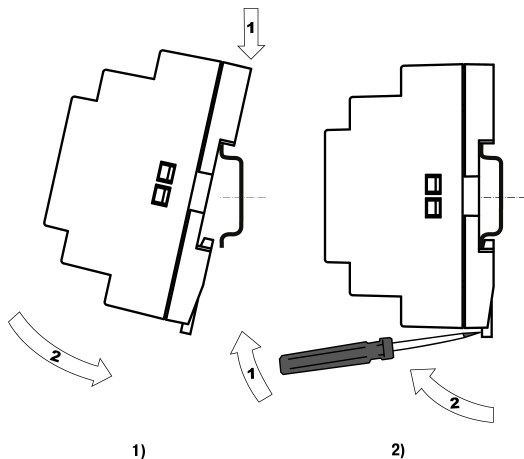

Рисунок 6 – Монтаж (1) и демонтаж (2) прибора
3. С усилием придавить прибор к DIN-рейке в направлении, показанном стрелкой, до фиксации защелки (см. *рисунок 6*).
Для демонтажа прибора следует (см. *рисунок 6*):